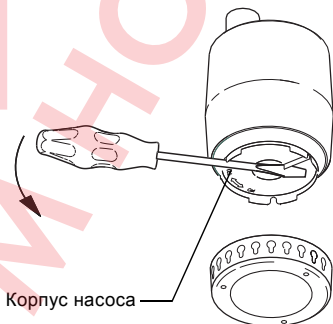

Рис. 10 Снятие корпуса насоса
3. С помощью отвертки провернуть корпус насоса против часовой стрелки примерно на 90°, смотри направление, указанное стрелкой на корпусе. Снять корпус насоса, смотри рис. 10.